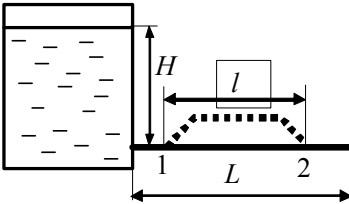

Рисунок 3.15
3.37. Жидкость вытекает из бака по трубе диаметром  $d$  и длиной  $L$  (рисунок 3.15). Для увеличения при том же напоре  $H$  пропускной способности трубопровода в точках 1 и 2 подсоединяют параллельную ветвь из трубы длиной  $l$  и диаметром  $d$ . Определить, во сколько раз изменится расход в трубопроводе. Считать, что гидравлические коэффициенты трения для всех участков трубопровода одинаковы.